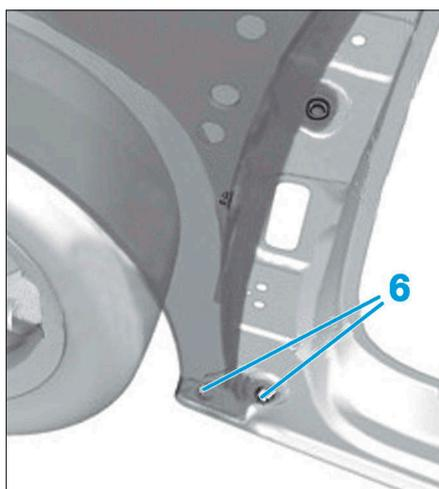

FIG. 96
- les vis inférieures (6) (Fig.96),